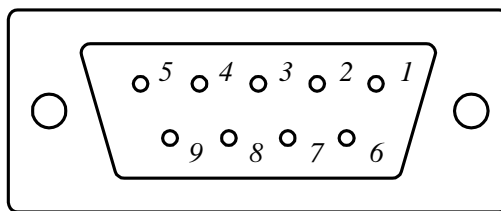

Рис. 4. Нумерация контактов разъема кабеля связи «адаптер-принтер».
4.2.8. Для проведения теста интерфейса RS-232 кабель связи отсоединяют от теплосчетчика. На освободившемся разьеме кабеля связи замыкают между собой контакты 2-3 (рис.4). Затем активизируют соответствующую опцию тестового меню. Информация о результатах тестирования выводится в виде сообщения «Тест пройден» или «Тест не пройден».